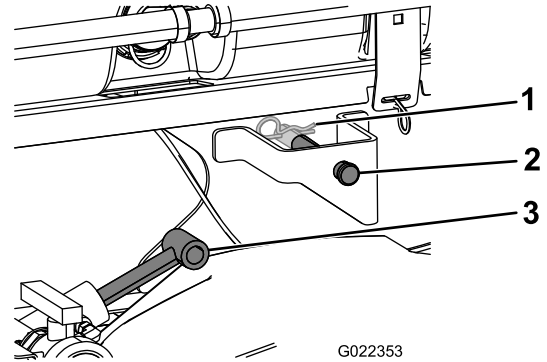

図 10
4. シリンダを、タンク台のブラケットまで伸ばして、シリンダのアームを、タンク台のブラケットの穴に整列させる 図 10。